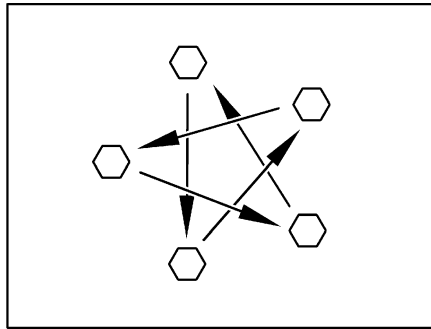

Bild 267 Radmuttern oder Radschrauben über Kreuz anziehen
- Radmuttern oder Radschrauben regelmäßig auf festen Sitz prüfen. Radmuttern oder Radschrauben eines ausgewechselten Rades nach 50 km über Kreuz nachziehen (Bild 267).
- ▷ Radmuttern oder Radschrauben über Kreuz anziehen (Bild 267).